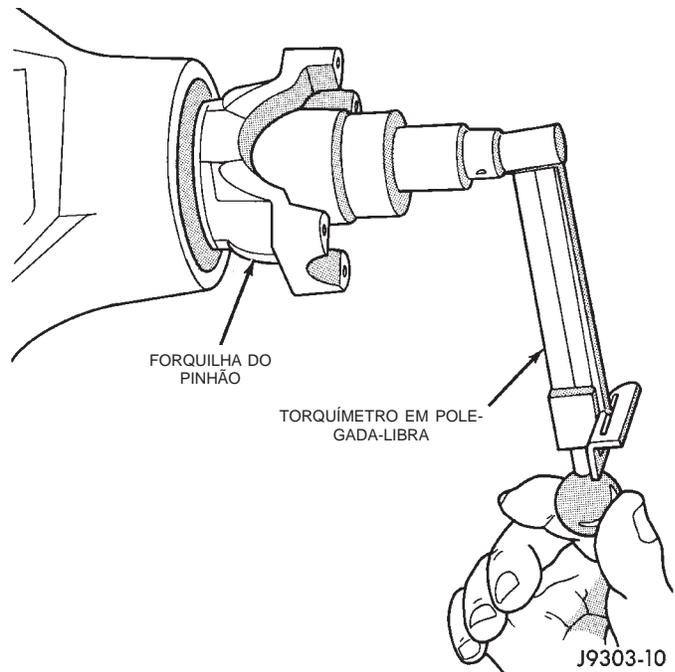

Fig. 9 Verificação do Torque de Giro do Pinhão
(7) Gire o eixo do pinhão utilizando um torquímetro (pol.-lbs.). Ao girar o torque, ele deve ser igual para a leitura registrada durante a remoção, além de um torque adicional de 0,56 N·m (5 pol.-lbs.) (Fig. 9).
(8) Se o torque de giro é baixo, utilize o Suporte 6958 para manter a forquilha do pinhão e aperte a porca do eixo do pinhão com um torque de 6,8 N·m (5 pés-lb), até que o torque de giro adequado seja atingido.